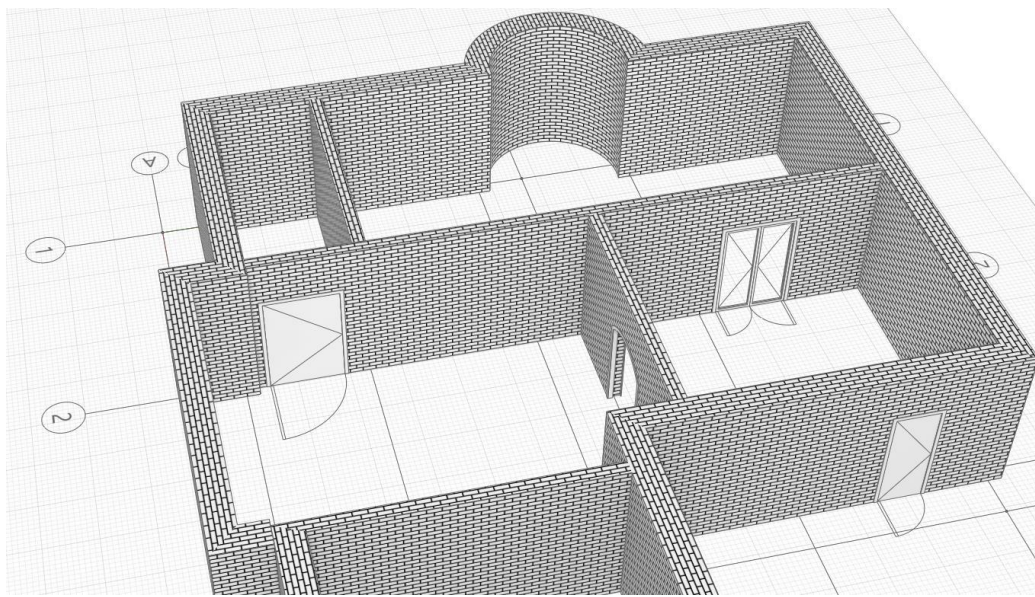

Рис. 5 Вставка дверей
6. Далее вставляем следующие двери. Параметры: высота – **2100 мм.**, ширина – **900 мм.**, стиль – **однопольная распашная (глухое темное)**, марка – **Д4**. Вставляем дверь (рис. 5)